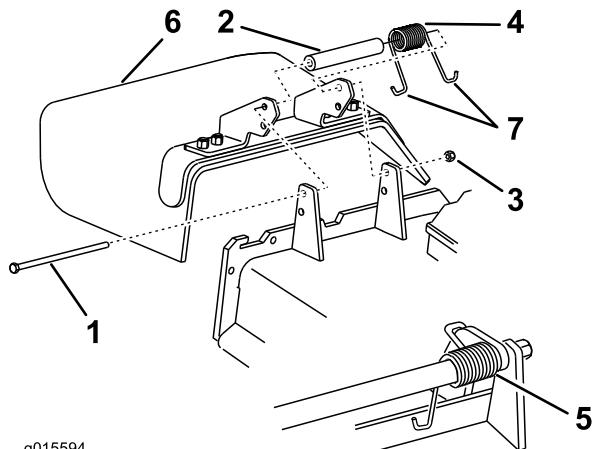

Figure 98
**Remarque:** Prenez soin de placer une extrémité en J du ressort derrière le bord du tablier avant de mettre le boulon en place, comme illustré à la Figure 98.
3. Remettez le boulon et l'écrou en place. Accrochez l'extrémité en J du ressort au déflecteur d'herbe (Figure 98).
1. Retirez le contre-écrou, le boulon, le ressort et l'entretoise qui fixent le déflecteur aux supports de pivot (Figure 98). Déposez le déflecteur d'herbe s'il est endommagé ou usé.